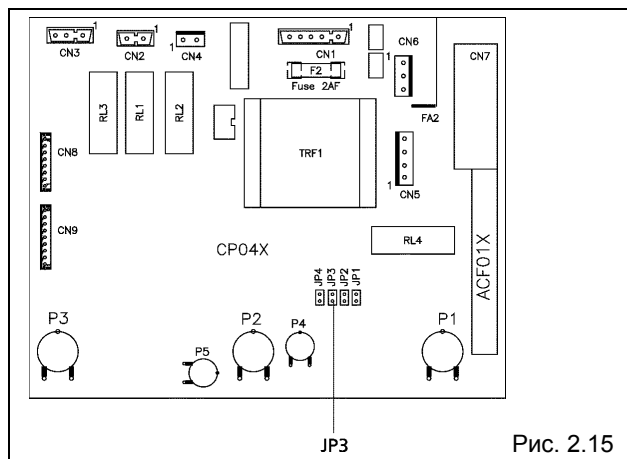

Рис. 2.15
- **Переход со сжиженного нефтяного газа на метан:** на плате управления уберите перемычку JP3 (Рисунок 2.15).
- **Переход с метана на сжиженный нефтяной газ:** на плате управления установите перемычку JP3 (Рисунок 2.15).
Если вы переходите с метана на сжиженный нефтяной газ, необходимо установить перемычку JP3 (рисунок 2.15 на странице 15), чтобы увеличить напряжение на модуляторе и, следовательно, увеличить расход газа к горелке. Если вы переходите со сжиженного нефтяного газа на метан, проделайте обратную процедуру.